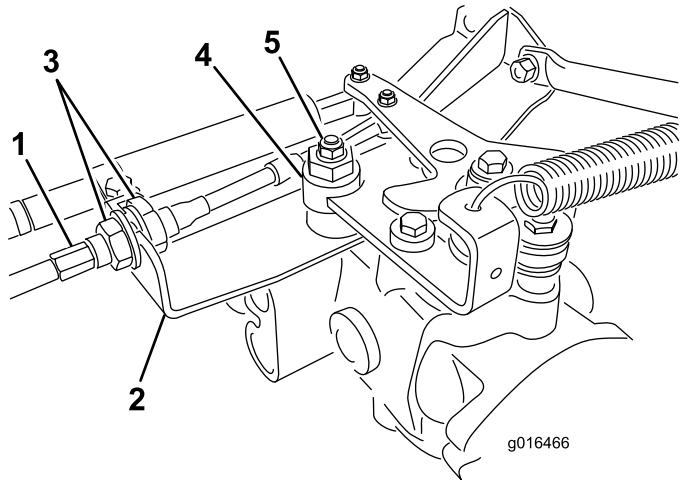

Figura 40
- A. Allentate entrambi i controdadi che fissano il cavo di comando della trazione alla paratia dell'igrostatato (Figura 40). Verificate che i controdadi siano ugualmente allentati, in modo sufficiente da consentire la messa a punto.
Nota: Allentate il dado che fissa l'eccentrico alla parte superiore dell'igrostatato (Figura 40).
- E. Quando la ruota cessa di girare, serrate il dado di bloccaggio dell'eccentrico per mantenere la messa a punto (Figura 40).
- G. Da ambo i lati della piastra serrate in modo uniforme i dadi che fissano il cavo di trazione alla piastra (Figura 40). Non torcete il cavo.